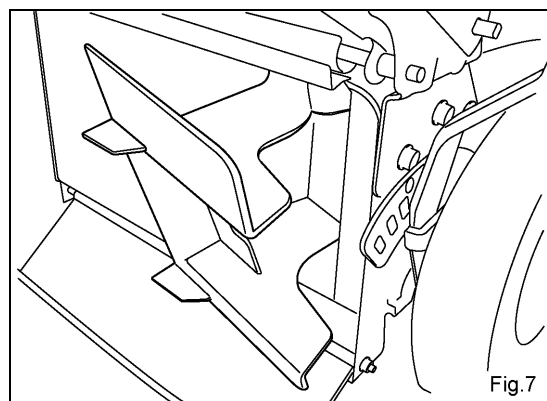
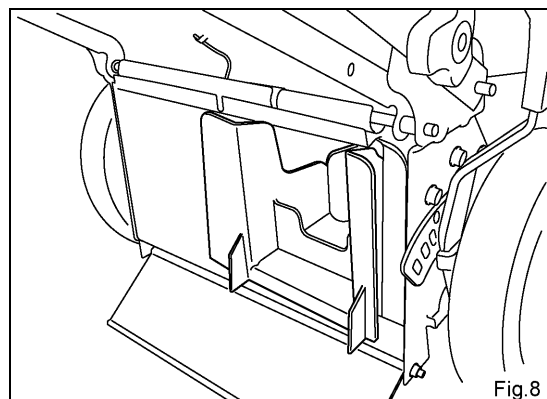

Fig.7
Fig.8
- Fig.7 の状態まで差し込んだら左回転（反時計方向）に90° 後部排出プラグを回転させ、そのまま差し込みます。（Fig.8）